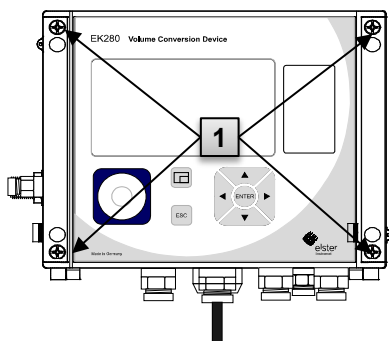

Fig. 30
2. Desserrer les quatre vis Fig. 30 : **1**, qui ferment le boîtier..
10. Fermer le boîtier à l'aide des quatre vis prévues à cet effet (Fig. 30 : **1**).